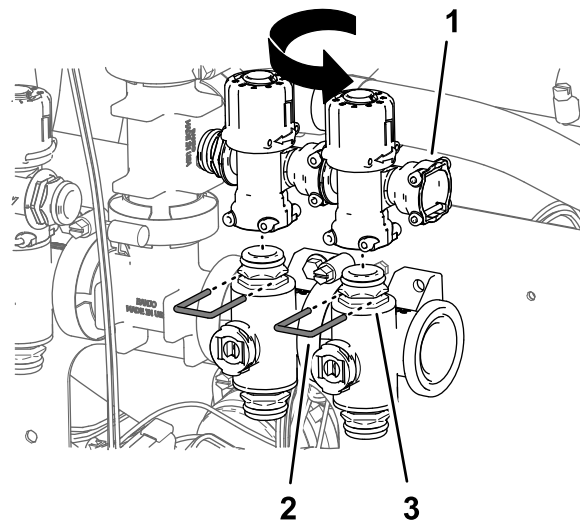

図 102
8. ノズルバルブ 6 番と 7 番のバイパスバルブについてもステップ 5-7 の作業を行う 図 102。